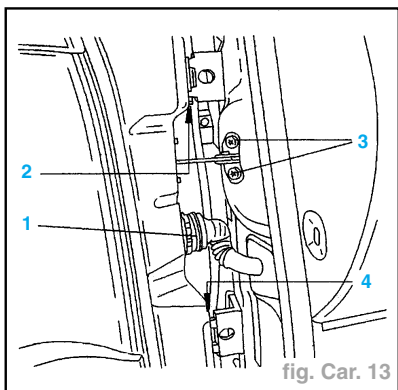

fig. Car. 13
- Débrancher le connecteur (1) (dévisser) (fig. Car. 13).